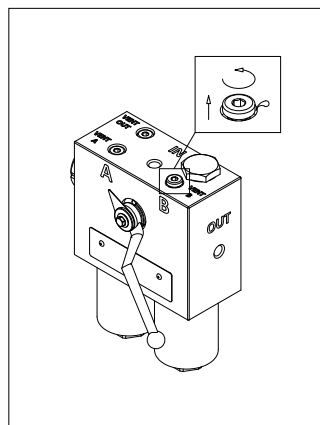

fig. 5
- (Fig. 5) Allentare il tappo di sfiato sul LATO ESAUSTO "Vent A" o "Vent B" di un giro al massimo